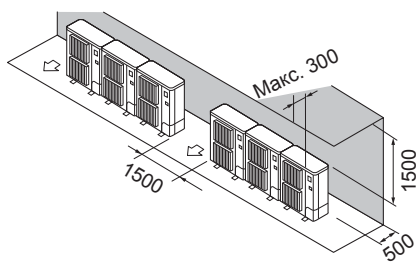

Fig. 2-10
- ② Окружающие предметы - только сзади и сверху (Fig. 2-10)